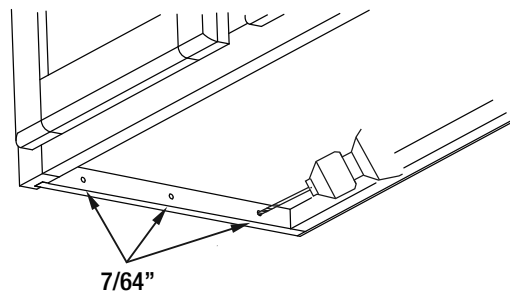

Fig. 18-2
- Coloque el soporte a un lado y taladre tres orificios de 7/64" en las ubicaciones marcadas como se muestra en la fig. 18-2.